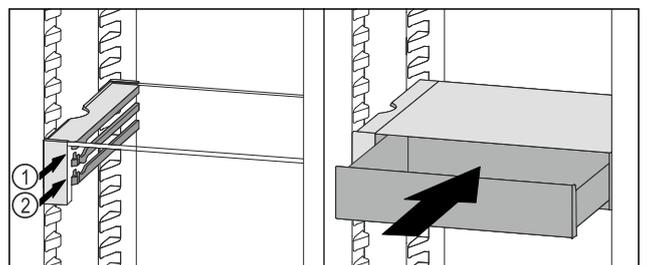

Fig. 78
- ▶ VarioSafe-Schubfach hinter den Stoppern auf gewünschter Rippe Fig. 78 (1) oder Fig. 78 (2) aufsetzen.